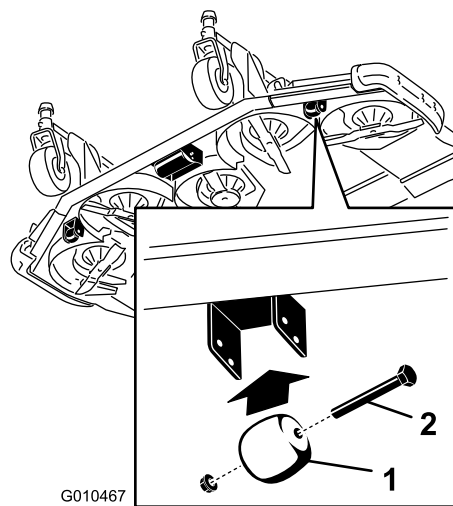

Bild 31
1. Nehmen Sie die Schraube und die Mutter ab, mit denen die Rollenwelle an der Mähwerkhalterung befestigt ist (Bild 31).
1. Entfernen Sie die Schraube und Mutter, mit denen das Abstandsrad an den Mähwerkhalterungen befestigt ist (Bild 31).